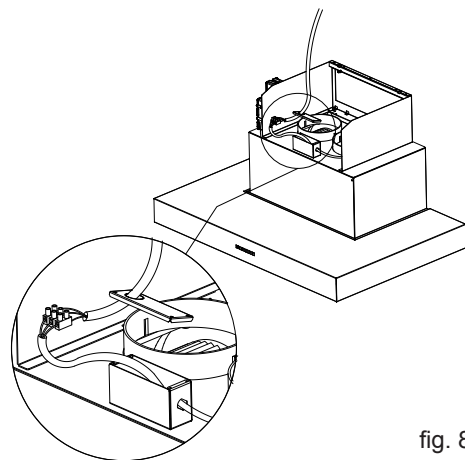

fig. 8
**ATTENTION :** Assurez-vous que l'alimentation est coupée. Effectuez le raccordement électrique (voir Fig. 8).